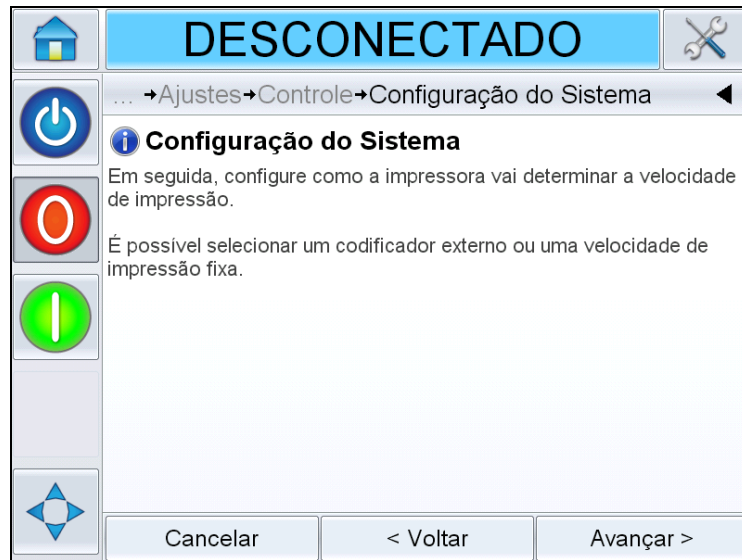

Figura 5-14: Velocidade de Linha
- 5 Selecione como a impressora determinará a velocidade para impressão ao seguir as instruções na tela (consulte Figura 5-14).